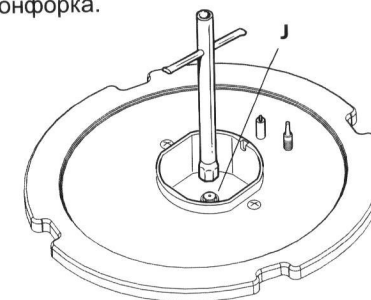

Рис. 2.2a
- С помощью жесткого ключа замените старые форсунки на новые "J" (рис. 2.2a - 2.2b, 2.2c, 2.2d), специально спроектированные для использования нужного Вам газа (См. Таблицу «ТАБЛИЦА С ДАННЫМИ О ФОРСУНКАХ»).